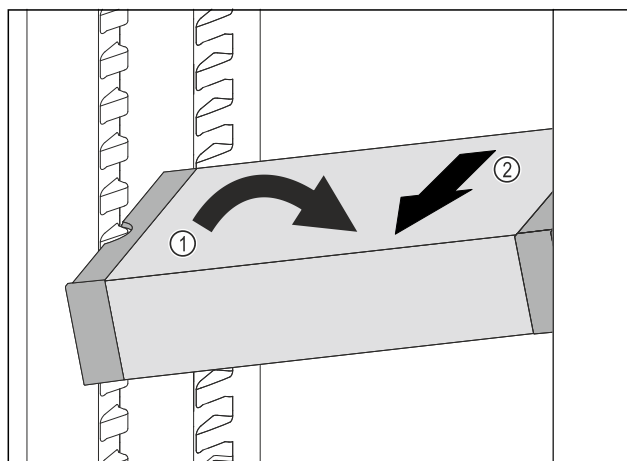

Fig. 98
- ▶ Coloque el VarioSafe en el compartimento del frigorífico en posición oblicua. Fig. 98 (1)
- ▶ Extraiga el VarioSafe hacia delante. Fig. 98 (2)